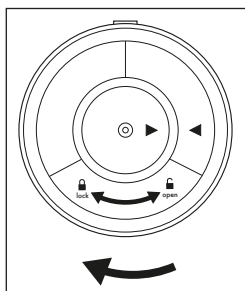

Fig. 2
- Sæt lukningen til batterirummet **13** ind igen. Drej lukningen til batterirummet **13** i urets retning mod **lock** , indtil de to markeringer   er på samme højde, og lukningen til batterirummet **13** klikker hørbart fast (se fig. 2).